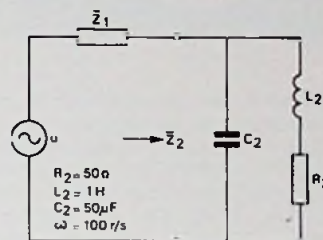

Fig. 16.
4. De spanningsbron in de schakeling van fig. 16 levert een sinusvormige wisselspanning met effectieve waarde U. Aan de gegeven impedantie \bar{Z}_2 (R_2, L_2, C_2) wordt het maximale vermogen geleverd.